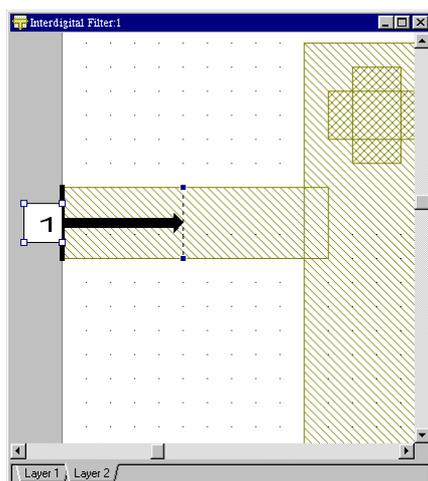

Рис. 2.9. Смещение опорной плоскости разгерметизации порта
7. Нажмите и удерживайте клавишу мыши, чтобы увидеть **dx** и **dy**. Удерживайте кнопку мыши, протащите курсор вправо пока **dx** не покажет 1. Отпустите кнопку мыши, чтобы увидеть линию разгерметизации (рис. 2.9).